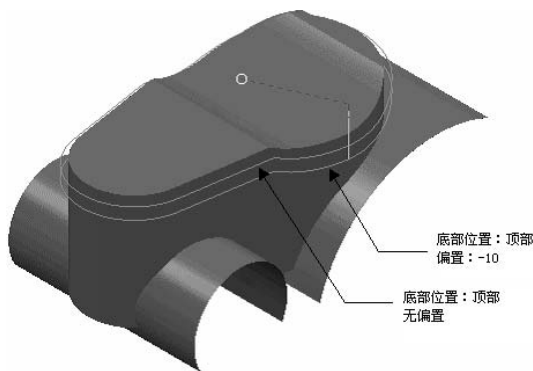

图 2-213 偏置
**【偏置】**: 用于定义从“底部位置”指定位置开始沿着刀轴方向偏置最小位置的刀具路径, 正值沿 Z 轴正方向偏置, 负值沿 Z 轴负方向偏置, 如图 2-213 所示。